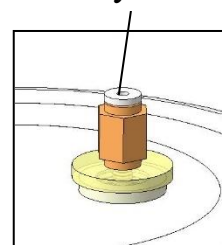

Рисунок 2.1
- извлечь трубку подачи градуировочного раствора из разъемного соединения, нажав на нажимную втулку (рис. 2.1);
2) Извлечь трубку подачи градуировочного раствора из разъемного соединения емкости ГРАДУИРОВОЧНЫЙ РАСТВОР, нажав на нажимную втулку (рис. 2.1), и поместить в первую емкость с очищенной водой.
1) При необходимости извлечь трубку подачи градуировочного раствора из разъемного соединения, нажав на нажимную втулку (рис. 2.1).